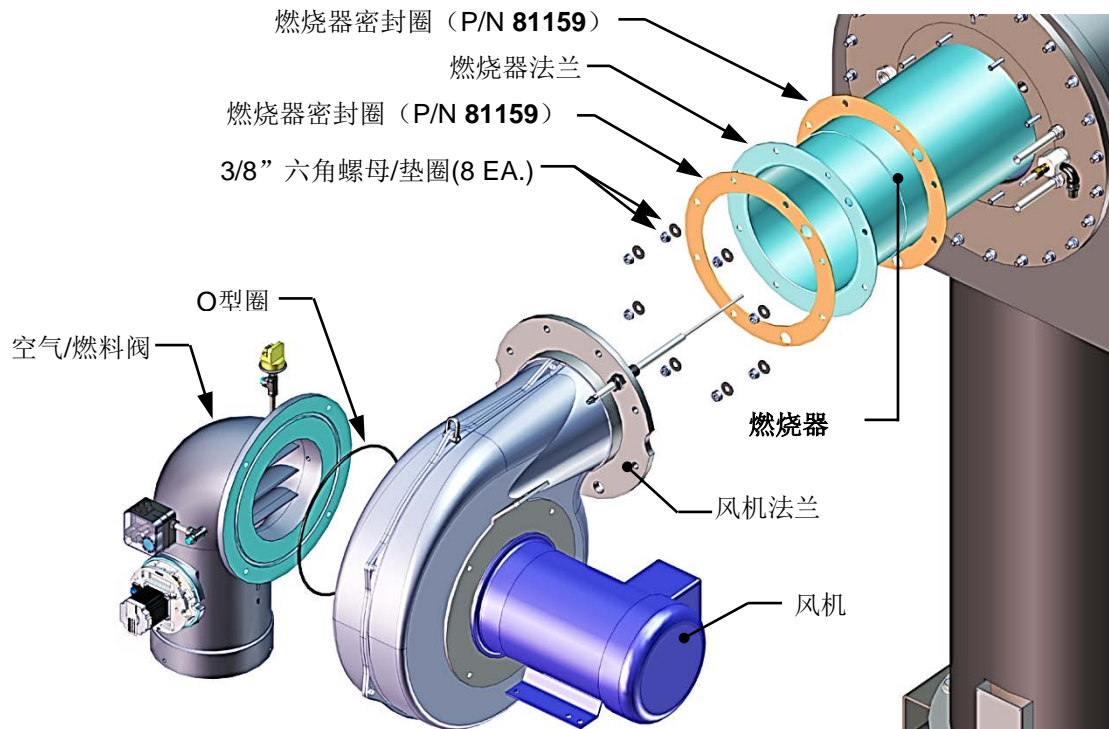

图 4-6: 燃烧器组件 - 分解图
19. 向外将风机从燃烧器上拉出。小心操作，不要让其摆动，以免损坏其他设备部件。请参阅图 4-6 中的分解图。
23. 拆下并更换 2 个燃烧器密封圈（见图 4-6），并清洁燃烧器前板的密封表面。
24. 重新组装时，请从燃烧器组件开始，然后按照与拆卸相反的顺序重新安装所有组件。安装风机时，可以用一个螺母将燃烧器固定在底座上以保持水平（图 4-6）。